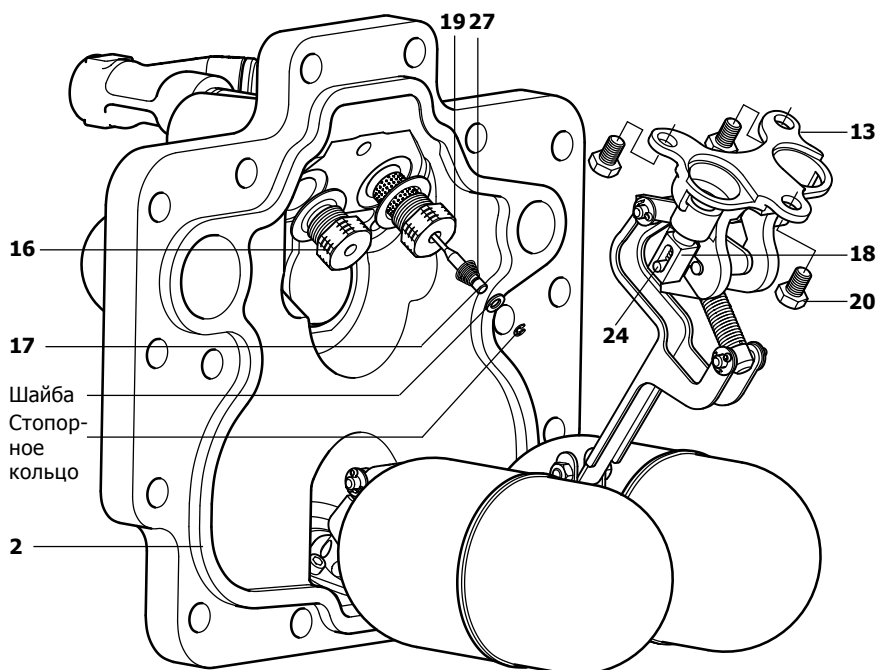

Рис. 27
9. Установите узел клапана подачи пара (дет. 16 и 17) в соответствии с рис. 27.